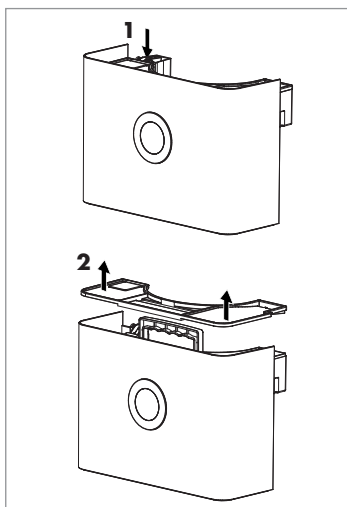

Bild 2
- ◆ För att lyfta locket på vattentanken **5** tryck upp flottören (1) och ta sedan bort locket (2) enligt bild 2. Håll ut vattnet och sätt tillbaka vattentanken **5** med locket på plats i produkten. Fäll ner handtaget på vattentanken **5**. Produkten fortsätter med det tidigare inställda programmet.